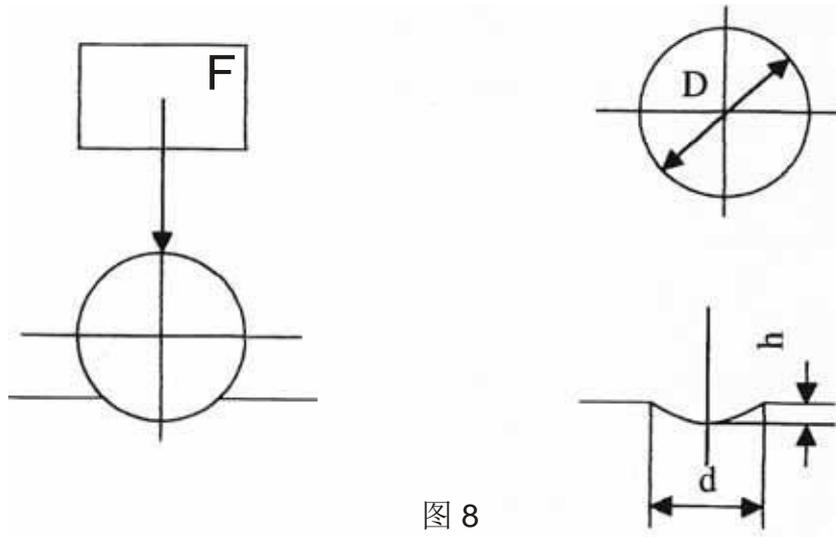

图 8
5.1 布氏硬度试验是用一定直径的压头，以规定试验力压入被测物体的表面，保持规定时间，卸除试验力，用读数显微镜测量试件表面的压痕直径，计算压痕的球形表面积所承受的平均压力（N/mm²），即布氏硬度值（图 8）。